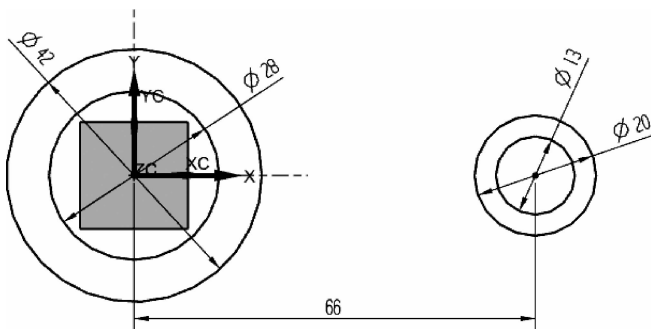

图 2-34 绘制  $\phi 13$  和  $\phi 20$  的圆
(4)创建  $\phi 13$  和  $\phi 20$  的圆。在“草图”工具条中单击  图标,在 X 轴上分别绘制  $\phi 13$  和  $\phi 20$  的圆,约束两圆同心,并将其与坐标系原点之间的距离设置为 66,如图 2-34 所示。